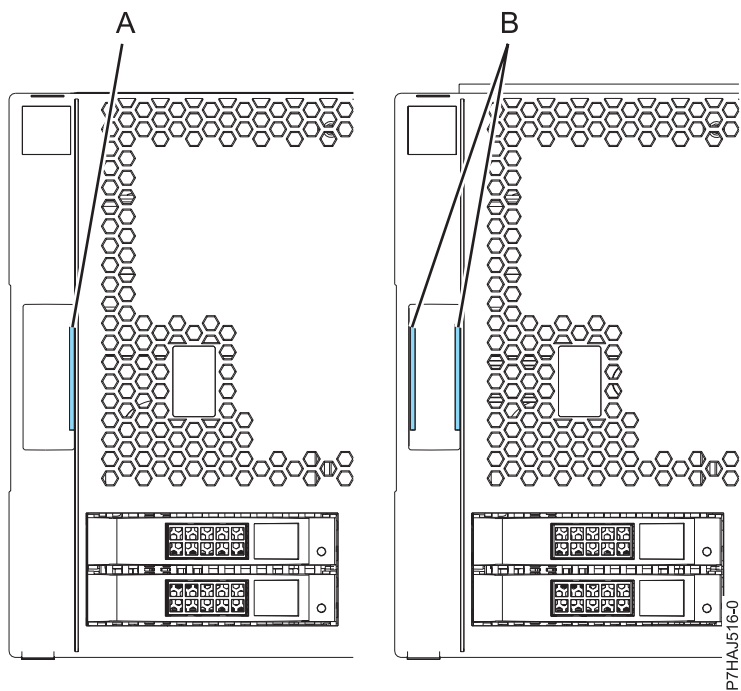

Figure 9. Identification des capots anciens et nouveaux
Remarque : Les anciens capots (expédiés avant le 1er mars 2011) sont reconnaissables à la bande bleue unique (A) située sur les taquets du capot. Les nouveaux capots possèdent deux bandes bleues (B). Voir figure 9, à la page 32.